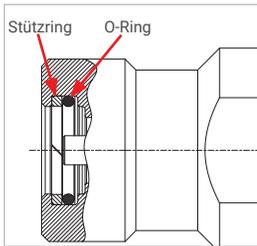

Abbildung 15
- ▶ Kontrollieren Sie vor dem Einsetzen des Nippelanschlusses (Pos. 7) die beiden Dichtelemente (O-Ring und Stützring, *Abbildung 15*) auf korrekte Einbaureihenfolge, richtigen Sitz und Beschädigung. Sollten die Dichtungen beschädigt oder ähnliches sein, tauschen Sie die Dichtungen aus. Beachten Sie hierzu das *Kapitel 8.4.1 Austausch der Dichtelemente im Nippelansatz (Pos. 7) auf Seite 84*.